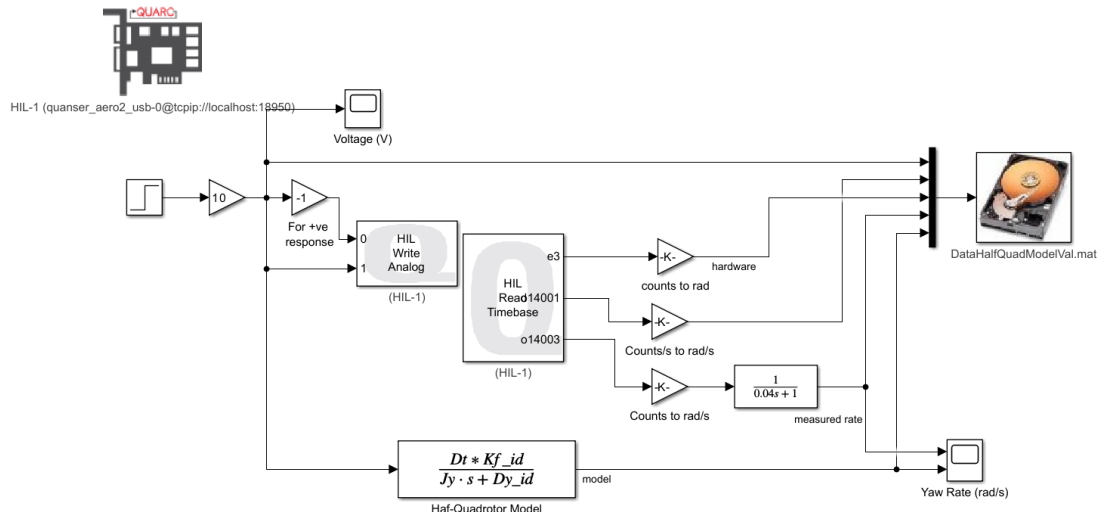

Figure 17: Modèle Simulink pour la détermination des paramètres du modèle.
- Pour vérifier si les paramètres de modèle K_f et D_y que vous avez dérivés sont corrects, ouvrez le fichier `/Software/Quanser_Aero/Parameter_Estimation/q_aero2_half_quad_model_val.slx` et remplacez les notations dans le bloc de fonction de transfert par vos paramètres. Le modèle est présenté dans la Figure 17.